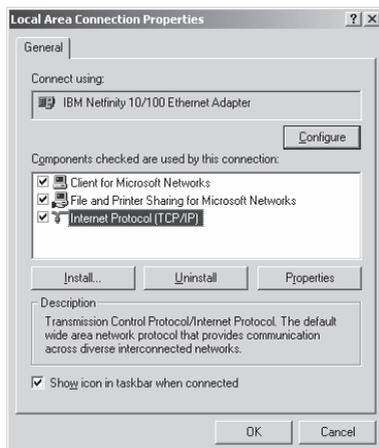

Рисунок 5. Окно свойств соединения по локальной сети
- Выбрать Internet Protocol (TCP/IP) нажать кнопку **Properties (Свойства)** (см. рисунок 5).